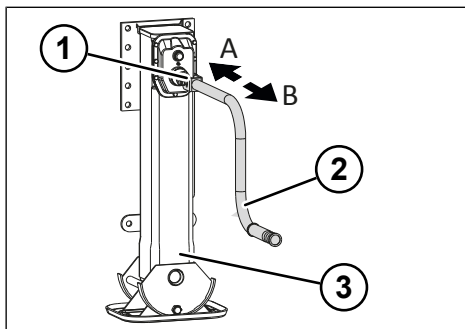

Fig. 5-3: Velocidade de carga e velocidade rápida do pé de apoio com macaco
- ▶ Ligue a velocidade rápida, puxando a manivela para fora (ver "Fig. 5-3: Velocidade de carga e velocidade rápida do pé de apoio com macaco", p. 28).
- ▶ Ligue a velocidade de carga, pressionando a manivela para dentro (ver "Fig. 5-3: Velocidade de carga e velocidade rápida do pé de apoio com macaco", p. 28).
- ▶ Ajuste a velocidade de carga, pressionando a manivela para dentro (ver "Fig. 5-3: Velocidade de carga e velocidade rápida do pé de apoio com macaco", p. 28).
- ▶ Ajuste a velocidade rápida, puxando a manivela para fora (ver "Fig. 5-3: Velocidade de carga e velocidade rápida do pé de apoio com macaco", p. 28).